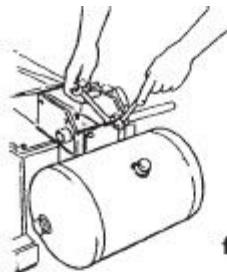

fig.39
- За колонкой к задней стенке двумя болтами M8 закрепите **рессивер воздуха** (рис. 39).